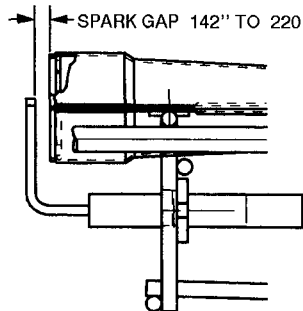

Fig. 24 – Spark Gap Adjustment
4. Adjust spark gap. See Fig. 24.